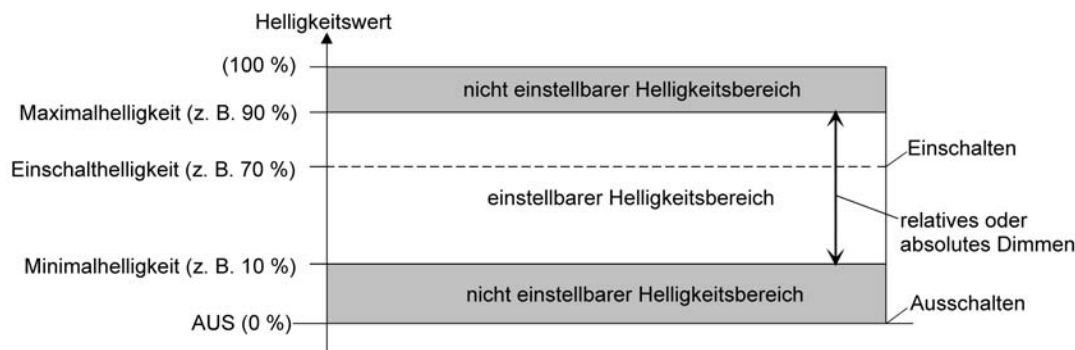

Bild 12: Beispiel eines Helligkeitsbereiches mit Minimalhelligkeit
- Definition der unteren Helligkeitsgrenze mit Minimalhelligkeit (Bild 12):
- i** In der Betriebsart "Drehzahlsteller" bei der Gerätevariante "1fach" kann - analog zur Beschreibung der Helligkeitswerte für eine Beleuchtungssteuerung in diesem Kapitel - die Minimaldrehzahl in der ETS konfiguriert werden (Bild 12). Die alternative Konfiguration einer Grunddrehzahl ist hierbei aus technischen Gründen nicht vorgesehen. Die Maximaldrehzahl ist ebenfalls nicht per Parameter einstellbar. Sie ist fest auf 100 % vorgegeben. Die Einschaltzahl ist unveränderbar auf Maximaldrehzahl (100 %) vorgewählt.